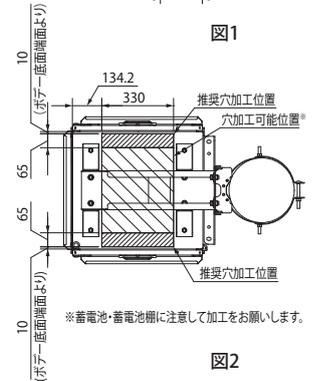

図2
- DKR40-P-LIC(ポール装柱)の推奨穴あけ位置(底面)は図2のとおりです。